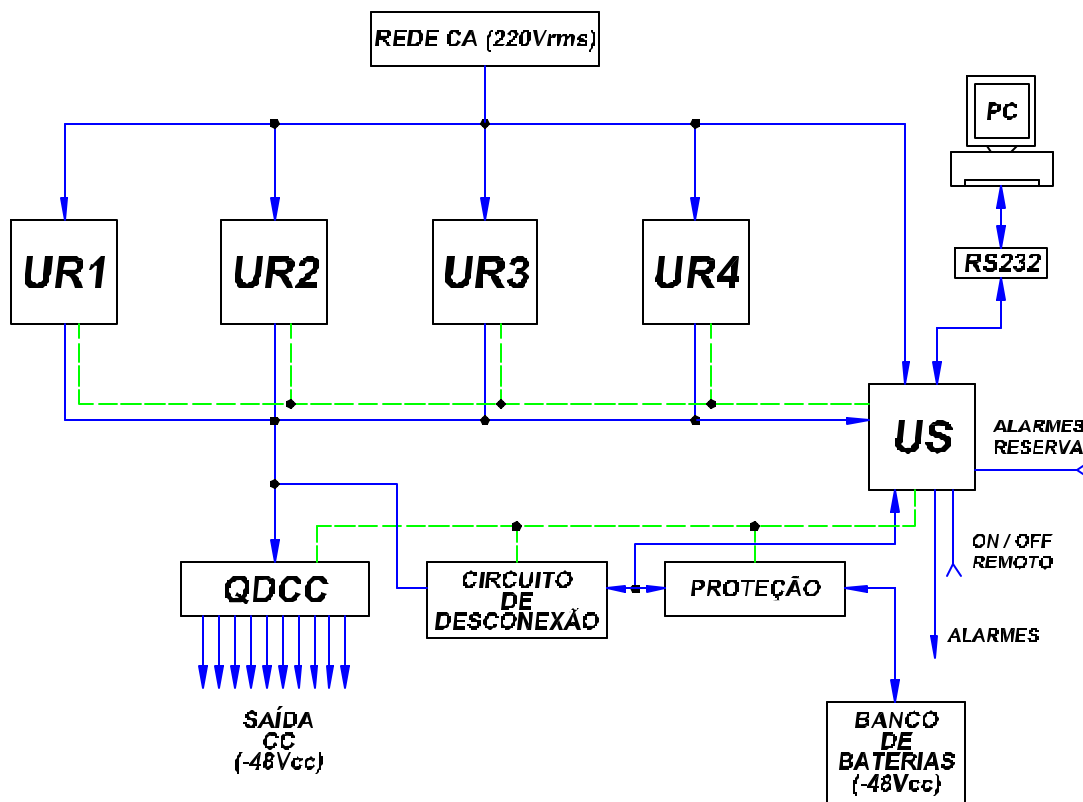

Figura 1 - Diagrama de blocos.
O Sistema Retificador (SR) modelo PHB SR40A-48V/03 (SR 40A/-48V/1.3.2) foi projetado de acordo com os requisitos ANATEL. É apropriado para aplicações que requerem um alto nível de confiabilidade, facilidade de operação, manutenção e expansão aliados a uma ótima relação custo-benefício. Basicamente, o SR pode ser ilustrado pelo diagrama de blocos apresentado na figura 1.